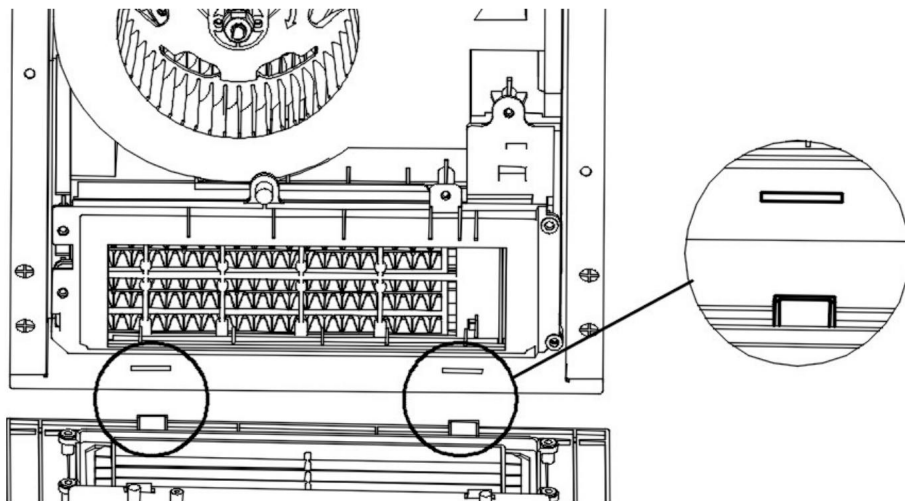

Figura 8.
9. Alinee los dos clips de la rejilla con las ranuras de la carcasa del ventilador y encájelos. (Vea la Figura 8).